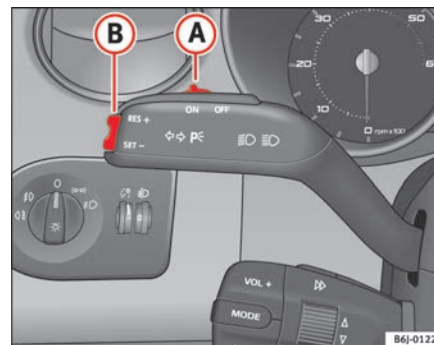

Fig. 102 Palanca de intermitentes y de luz de carretera: mando y tecla basculante para el regulador de velocidad
- Mueva el mando $\Rightarrow$ fig. 102 **A** hacia la izquierda hasta la posición **ON**.